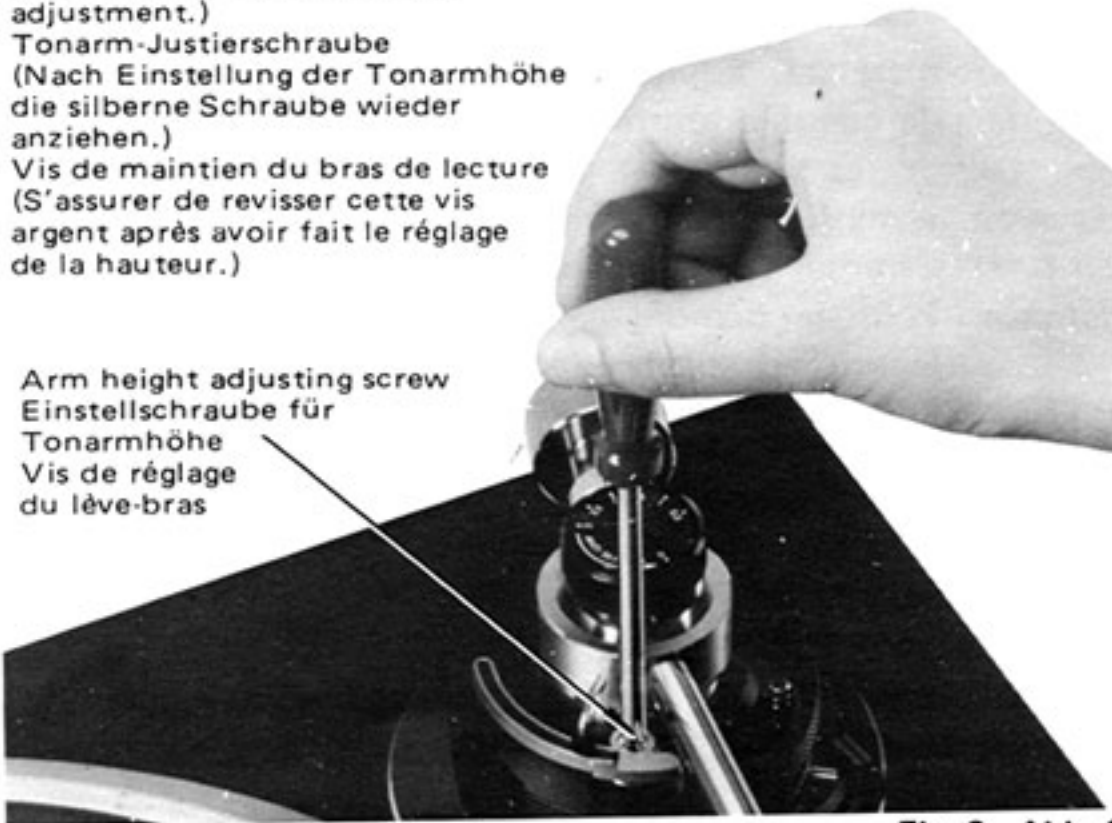

Fig. 8 Abb. 8
• Arm Lifter Height Adjustment (Fig. 8)
• Einstellung der Tonarm-Liftheöhe (Abb. 8)
• Réglage de la hauteur du lève-bras (Fig. 8)